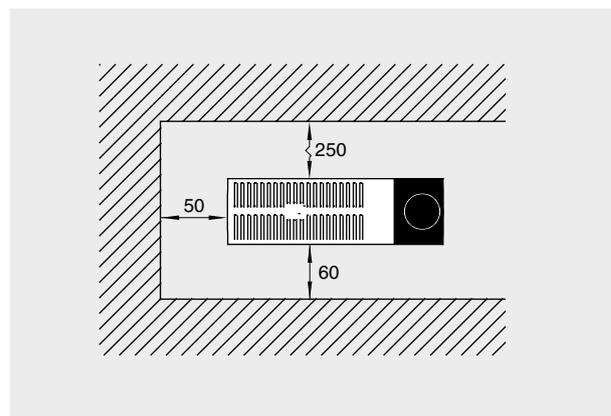

Рисунок 1: Минимальные расстояния при установке.
Монтажные скобы для настенного крепления входят в комплект поставки. FML(R) должен устанавливаться горизонтально с правым расположением шкалы настройки термостата. Прибор не следует располагать непосредственно под электророзеткой. Минимальные расстояния при установке приведены на рис. 1.